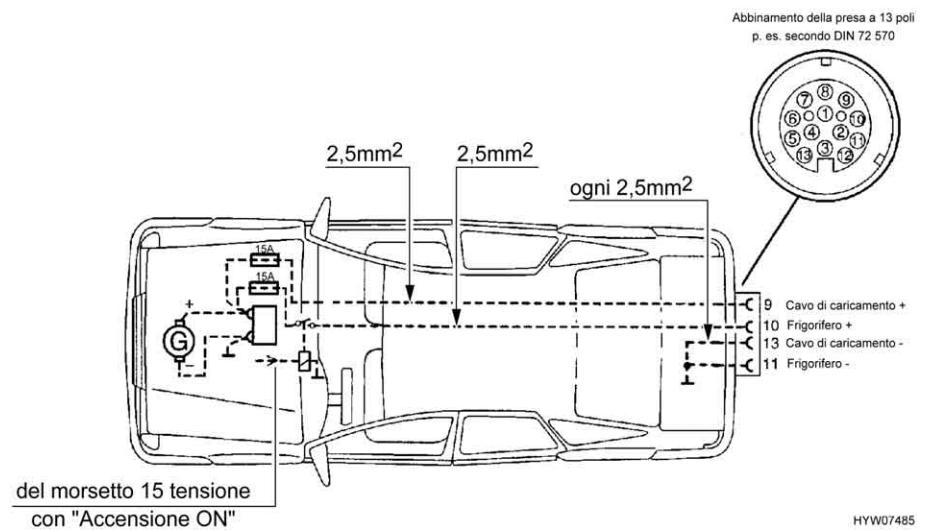

Fig. 105 Installazione per veicolo trainante
- ▷ Attrezzare la motrice con le sezioni di cavo relative e con un relais per l'alimentazione elettrica (comandata tramite accensione) (vedi Fig. 105).